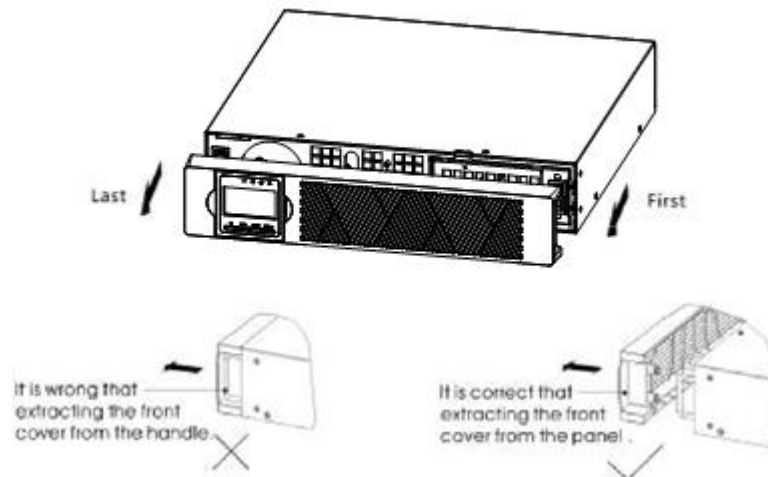

Abbildung 8: Entfernen der Frontblende des EBP
(1) Gehen Sie wie folgt vor, um einen optionalen EBP an die USV anzuschließen:
- a) Entfernen Sie die Frontblende aller EBPs und USVs (siehe Abbildung 8).